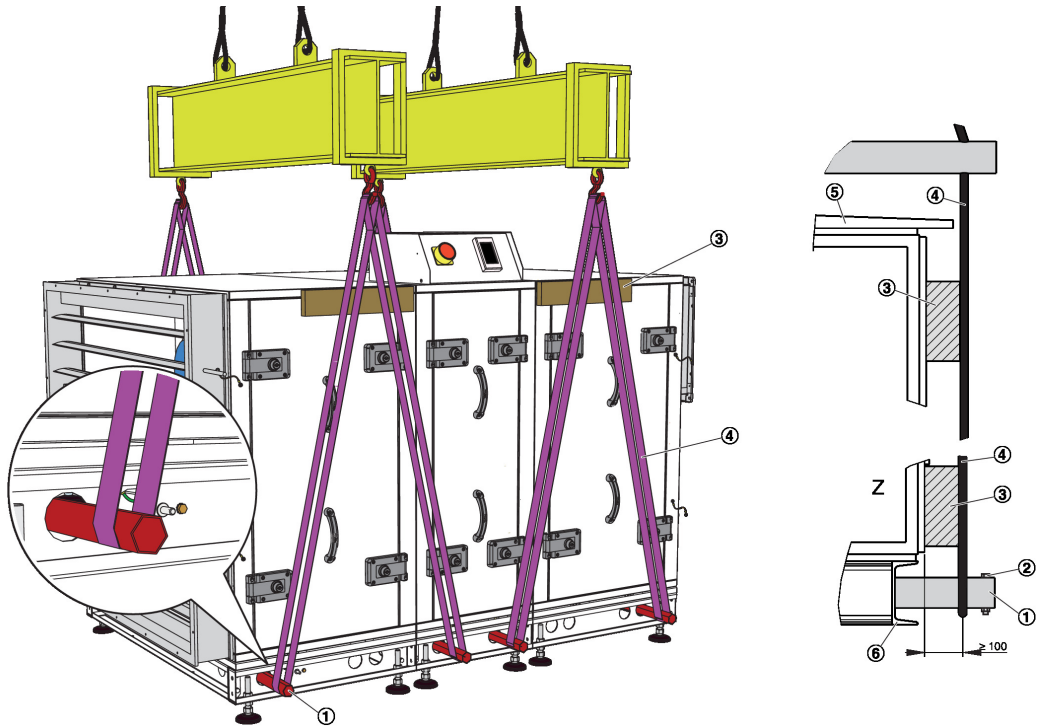

Abb. 3: X2 Compact, Anschlag mit vier Transportrohren (Beispiel)
Die Anzahl der Bohrungen im Grundrahmen (*Abb. 3/6*) gibt die Anzahl der zu verwendenden Transportrohre (*Abb. 3/1*) vor.
- Die Anschlagart entsprechend der Anzahl der verwendeten Transportrohre auswählen *Abb. 3*
1. ► Die Transportrohre (Abb. 3/1) in die Bohrungen im Grundrahmen schieben.
Die Transportrohre mit den Schrauben (Abb. 3/2) sichern.
2. ► Anschlagmittel (Abb. 3/4) um die Rohrenden der Transportrohre legen.
Anschlagmittel zwischen Grundrahmen (Abb. 3/6) und den Schrauben (Abb. 3/2) positionieren.
Die Kanten mit Distanzhölzern (Abb. 3/3) schützen. Bei Bauteilen/Geräten mit Dach (Abb. 3/5) Distanzhölzer so auswählen, dass der Abstand zwischen Anschlagmittel und Gerät von 100 mm gewährleistet ist.
Die Anschlagmittel mit geeigneten Spreizvorrichtungen (Abb. 3/7) im Dachbereich, z. B. mit einer Traverse auseinander halten.